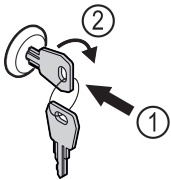

Fig. 122
- ▶ Zatlačte kľúč. Fig. 122 (1)
- ▶ Otočte kľúč o 90° v smere hodinových ručičiek. Fig. 122 (2)